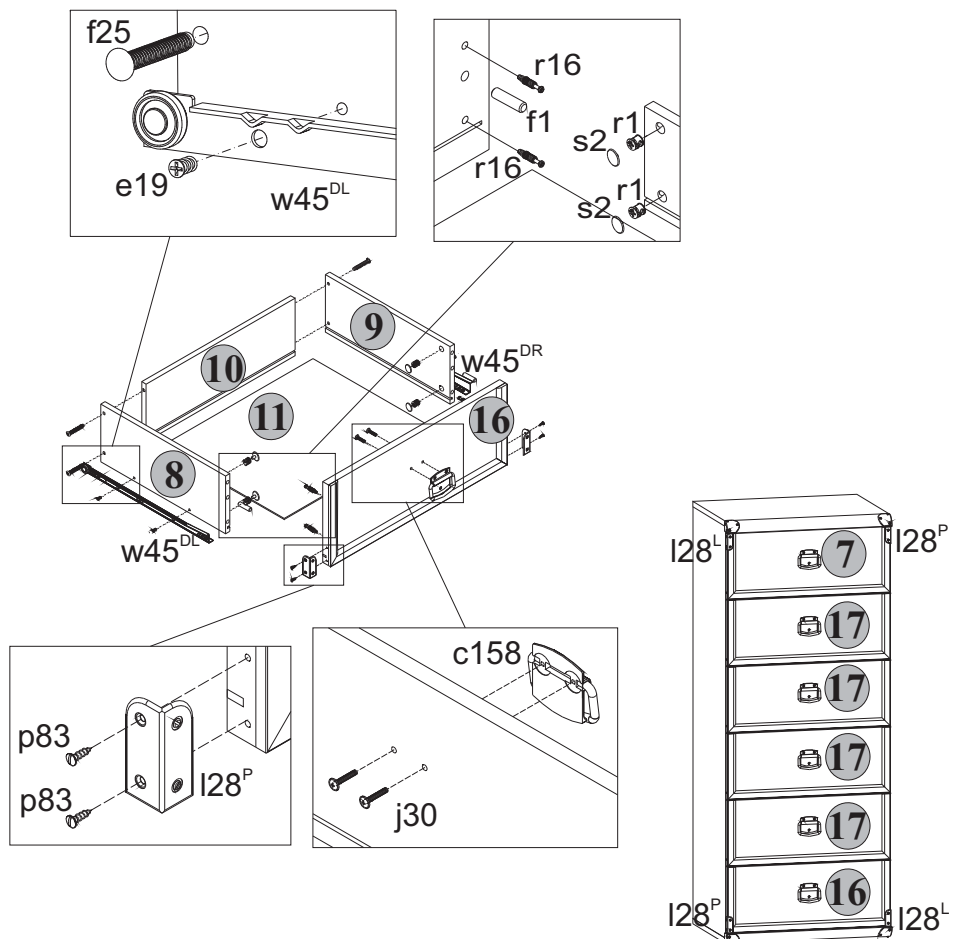

Рис. 3
5.12 В отверстия диаметром **8 мм** на передних кромках стенок боковых **8** и **9** корпусов выдвижных ящиков вбить деревянные шканты **f1** (см.рис.3).
5.13 В отверстия диаметром **15 мм** на внутренних поверхностях стенок боковых **8** и **9** корпусов выдвижных ящиков вставить стяжки эксцентрикковые **r1** (см.рис.3).
5.14 В отверстия диаметром **5 мм** на внутренних поверхностях панелей передних **16**, **17** и **7** ящиков выдвижных с помощью крестообразной отвертки вкрутить винты стяжки **r16** (см.рис.3).
5.16 Соединить панель переднюю **16** с корпусом ящика выдвижного и затянуть стяжки эксцентрикковые **r1**, пользуясь специальным ключом **z1**. Закрыть стяжки эксцентрикковые заглушками **s2** (см.рис.3).
5.18 Соединить панели передние **17** с корпусами ящиков выдвижных и затянуть стяжки эксцентрикковые **r1**, пользуясь специальным ключом **z1**. Закрыть стяжки эксцентрикковые заглушками **s2** (см.рис.3).
5.19 Соединить панель переднюю **7** с корпусом ящика выдвижного и затянуть стяжки эксцентрикковые **r1**, пользуясь специальным ключом **z1**. Закрыть стяжки эксцентрикковые заглушками **s2** (см.рис.3).